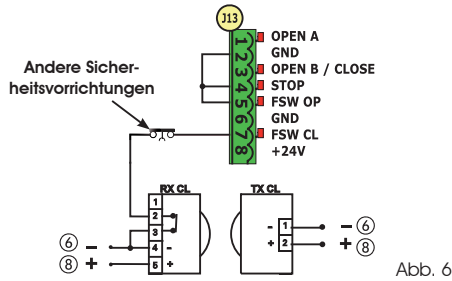

Abb. 6
- Wenn die Sicherheitsvorrichtung FAIL-SAFE verwendet wird, muss sie entsprechend eingestellt (siehe Programmierung der 2. Stufe und Abb. 6) und dann die Stromversorgung der Übertragungsgeräte mit dem Ausgang OUT verbunden werden.
- Wenn die Sicherheitsvorrichtung FAIL-SAFE verwendet wird, müssen auch die nicht benutzten Sicherheitseingänge mit dem Negativ von OUT (siehe Abb. 6) überbrückt werden.